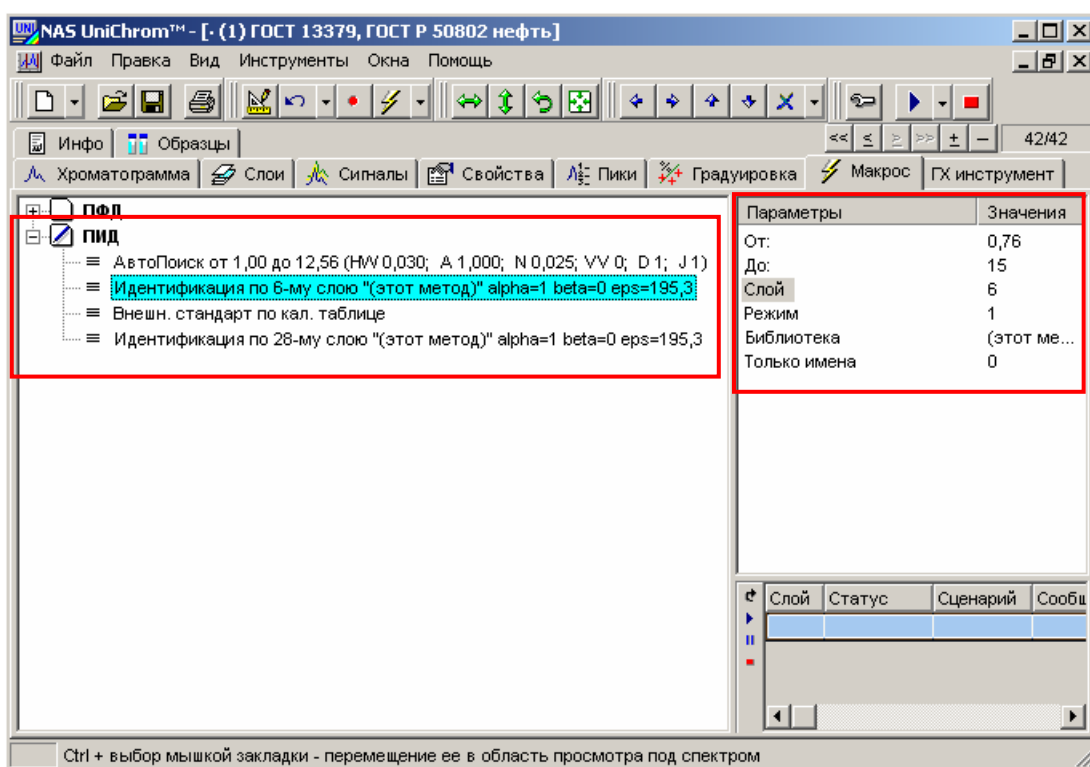

Рис. 46. Идентификация пиков ПИД для расчёта концентраций по градуировке гексана.
- Идентификация пиков для расчёта концентраций всех пиков по градуировке гексана с параметрами, указанными в таблице 11 (см. Рис. 46)